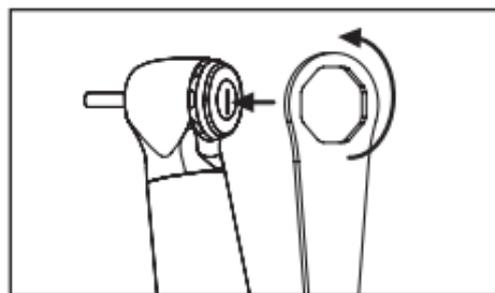

Fig. 30
- ➌ Placez la clé appropriée sur le capuchon de la tête, puis tournez la clé dans le sens inverse des aiguilles d'une montre pour desserrer le capuchon. Retirez le capuchon (Fig. 30).